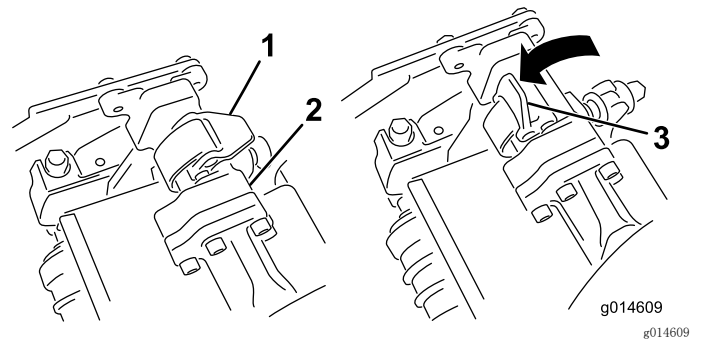

图11
5. 当悬挂臂杆上的闭锁指向上方（即打开）时（图11），向下压悬挂臂，使悬挂臂杆与滚刀组上方的支架相契合（图12）。
6. 向下并绕着滚刀组横杆关闭闭锁，将它们锁定到位（图11）。